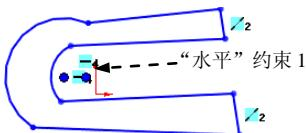
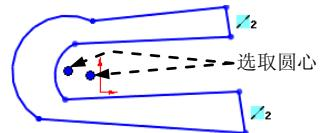

图 4.13.5 添加“水平”约束 1
图 4.13.6 选取两个圆心
Step1. 添加图 4.13.5 所示的“水平”约束 1。按住 Ctrl 键，选取如图 4.13.6 所示的两个圆心，系统弹出“属性”对话框，在**添加几何关系**区域中单击 水平(H) 按钮。